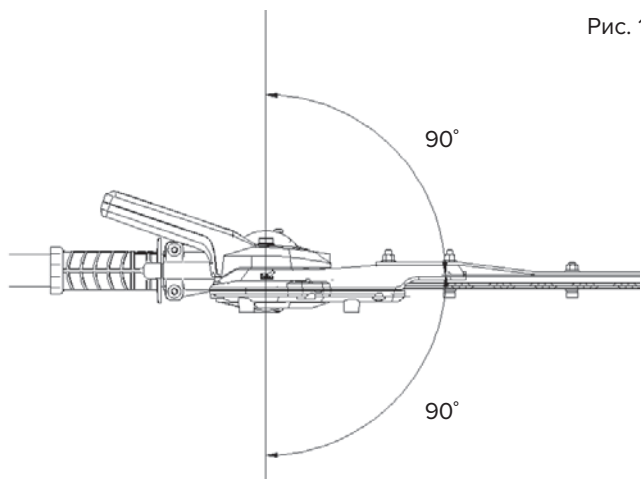

Рис. 10
- При извлечении из упаковки ножницы находятся в сложенном положении для хранения, а лезвие прижато к штанге. Доступно 11 рабочих положений с регулировкой угла до 180° (рис. 10).